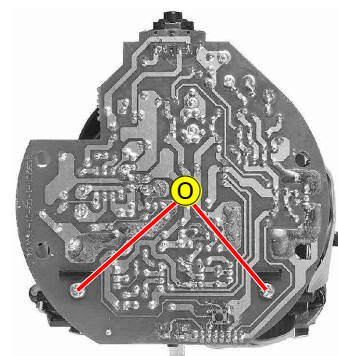

Fig. 10
- 2 Schrauben ⑥ (Fig. 10) herausdrehen.
- Undo 2 screws ⑥ (Fig. 10).